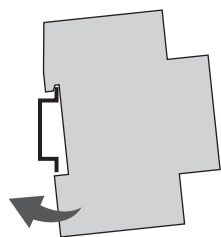

Fig. 4: Montering på DIN-skinne
1. Sæt kontaktret i oppefra på DIN-skinnen (Fig. 4), og tryk det bagud, indtil det klikker på plads.